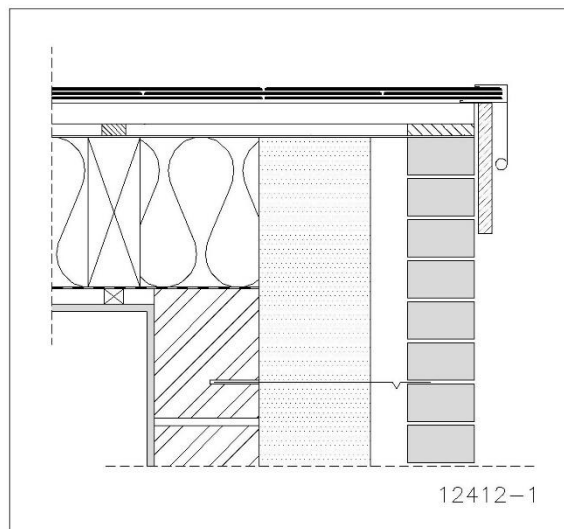

Fig. 20: Dakrandafwerking met zink
- Zijrand met metalen dakrand (Fig. 20)